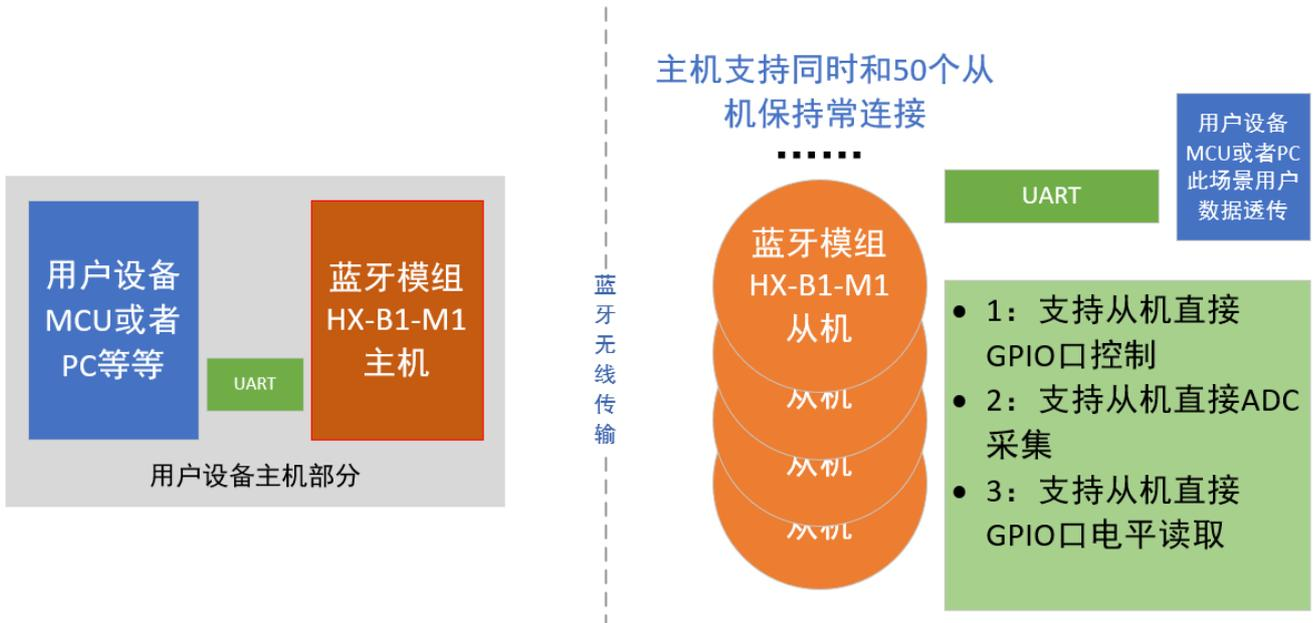
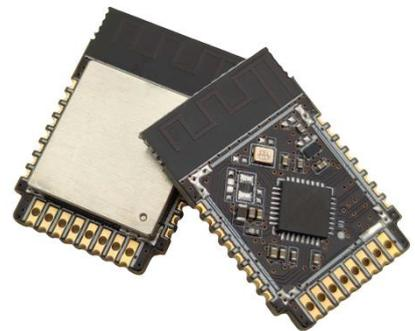

图 1：应用框图
图 2：产品图
- 上图 1 橙色部分的**蓝牙模组 HX-B1-M1 主机**和**蓝牙模组 HX-B1-M1 从机**是同一个硬件模组，如右图 2：
- 上图 1 橙色部分的**蓝牙模组 HX-B1-M1 主机**和**蓝牙模组 HX-B1-M1 从机**的软件程序（固件）是不同的。注意：**这里是不同的**。所以，采购时候，一定要注意和销售说明，要主机固件还是从机固件。